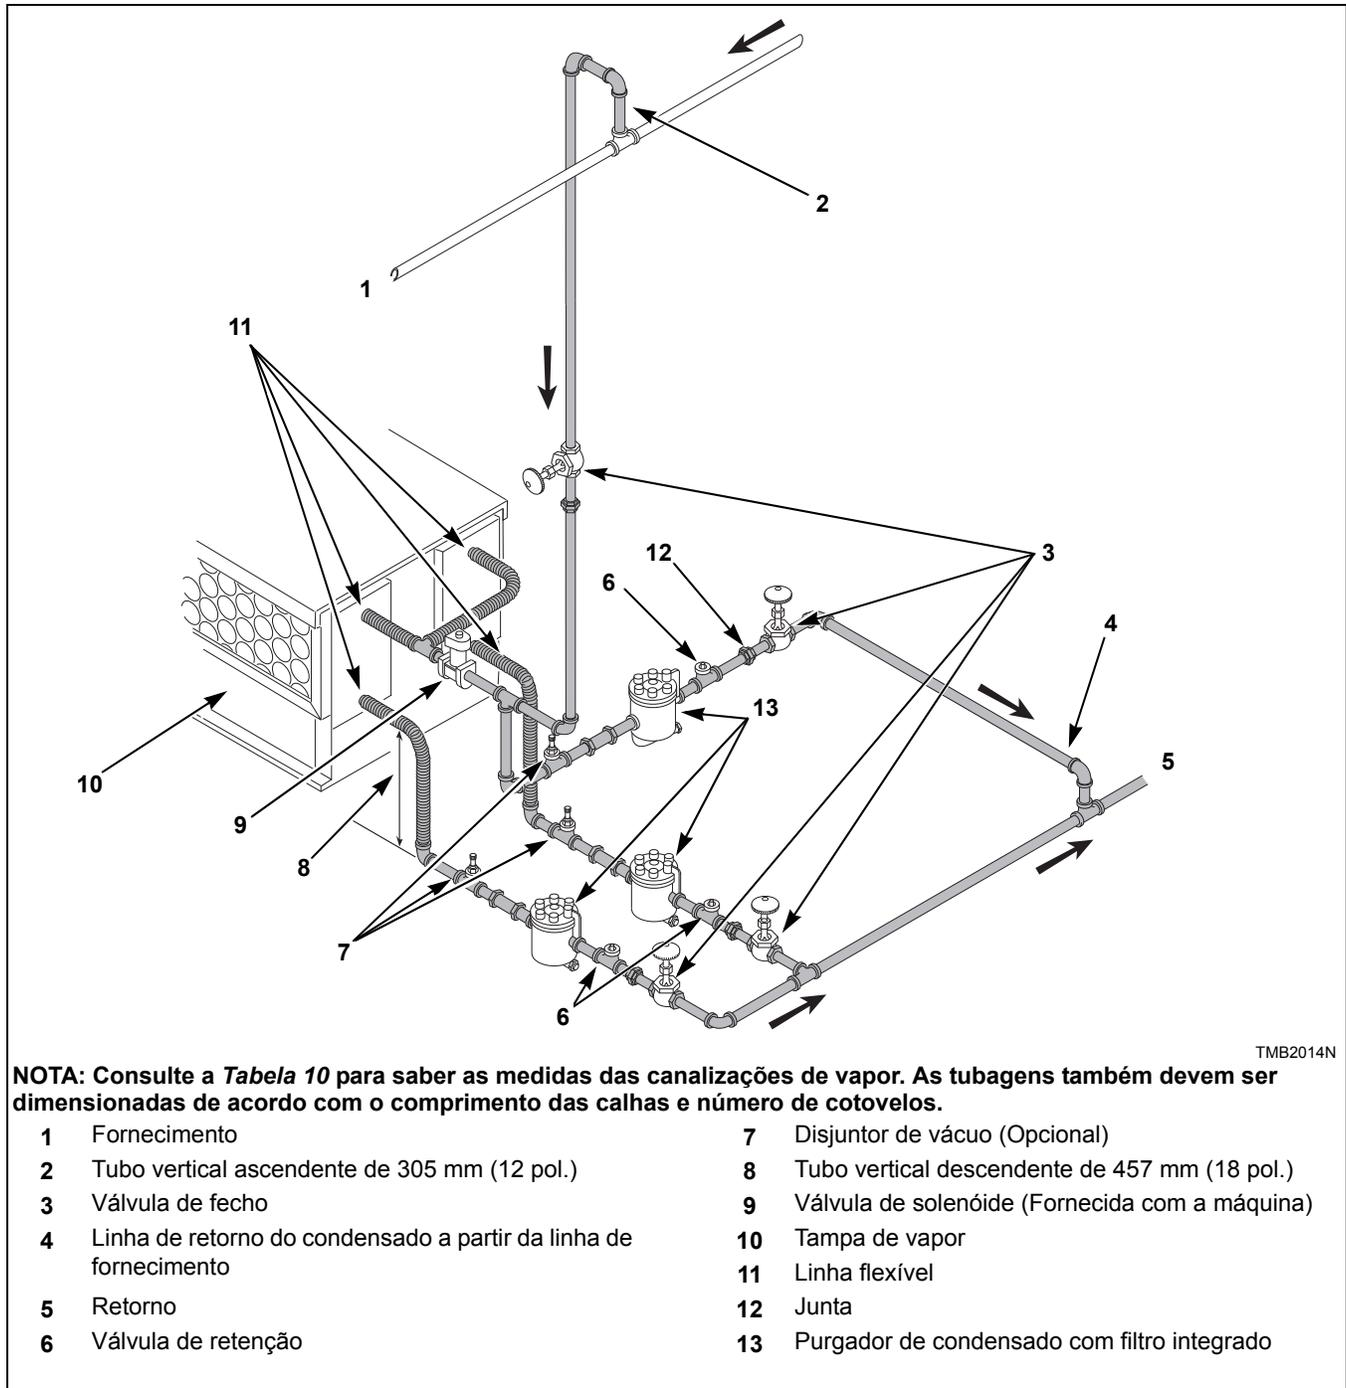
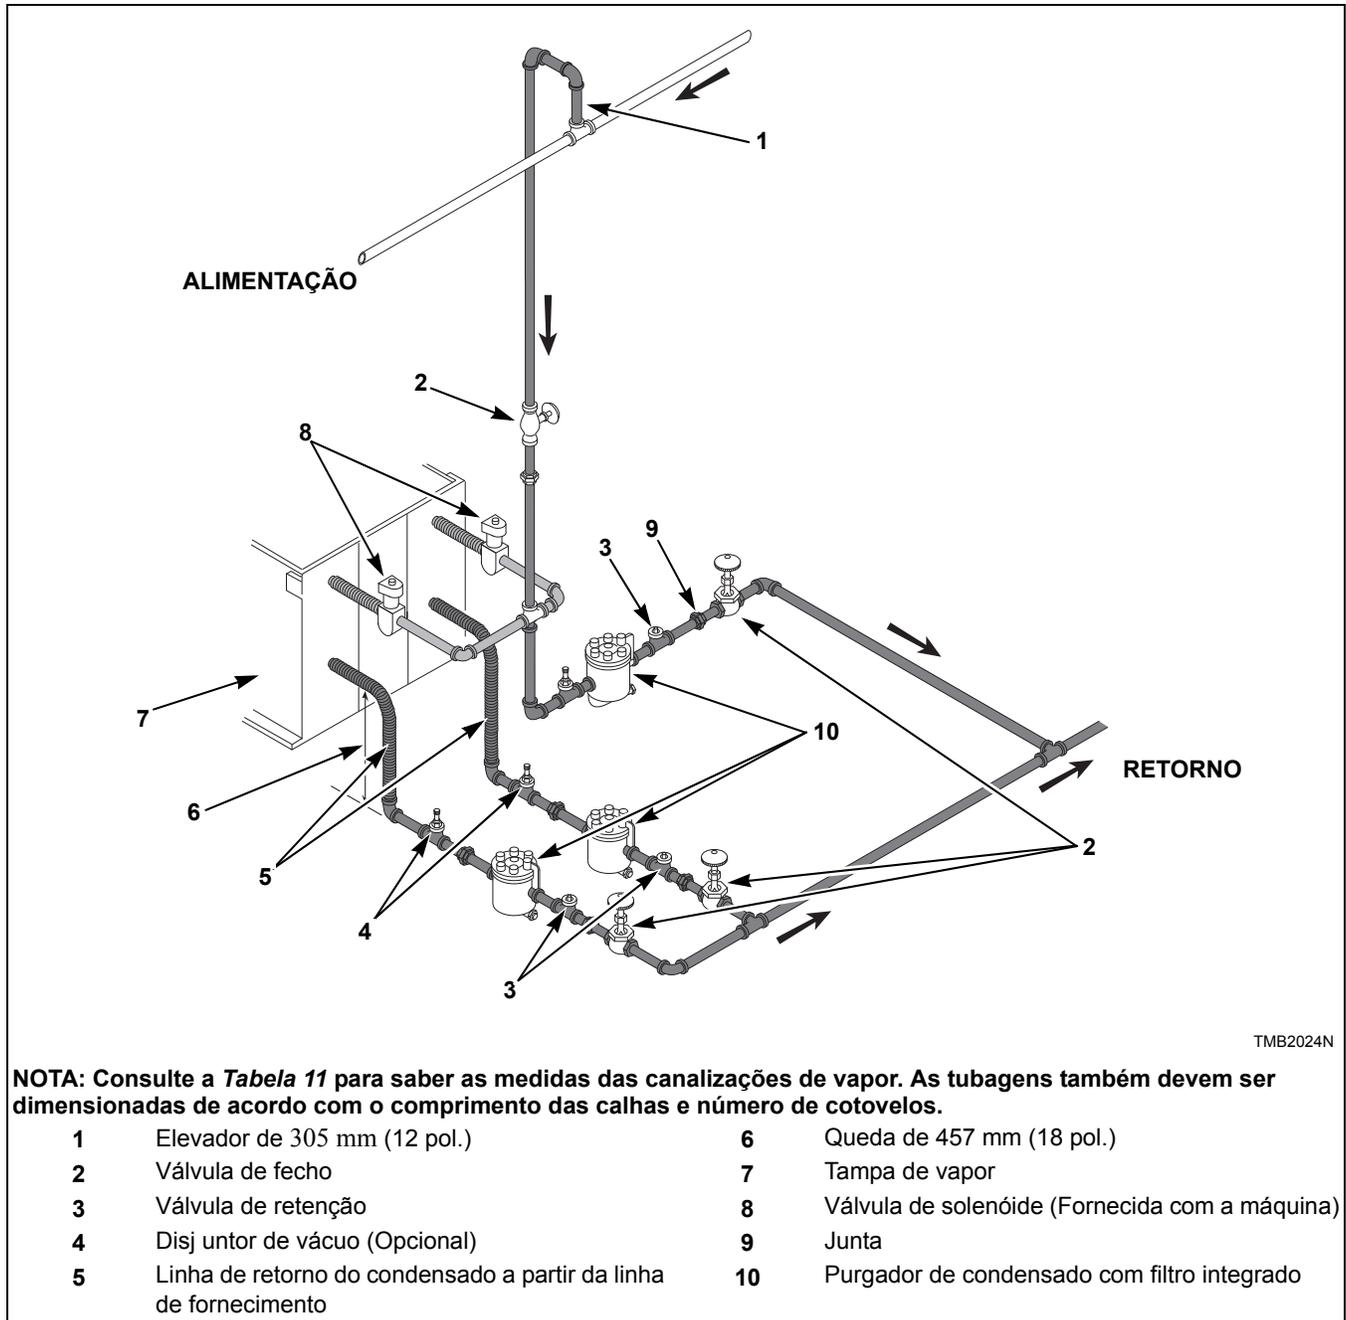

Figura 14
Figura 15
- Consultar a *Figura 14 e Figura 15* para obter informações sobre as configurações das tubagens de vapor adequadas.
O separador de vapor tem de estar instalado e as ligações de saída da serpentina tem de estar ligadas às linhas de retorno de condensado. Os passos seguintes descrevem o procedimento de instalação do separador de vapor e de ligação das linhas de retorno de condensado. Consulte a *Figura 14* e *Figura 15* para instalações típicas.